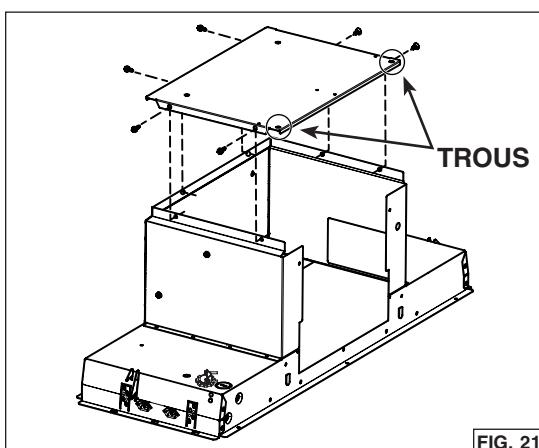

FIG. 21
- Installer la plaque arrière sur le dessus de l'appareil, où se trouvait la plaque de support du ventilateur. La placer de façon à ce que les trous situés près des coins se trouvent à l'arrière de l'appareil. L'assembler au dessus de l'appareil à l'aide des 6 vis retirées précédemment à l'étape 7 (FIG. 21).